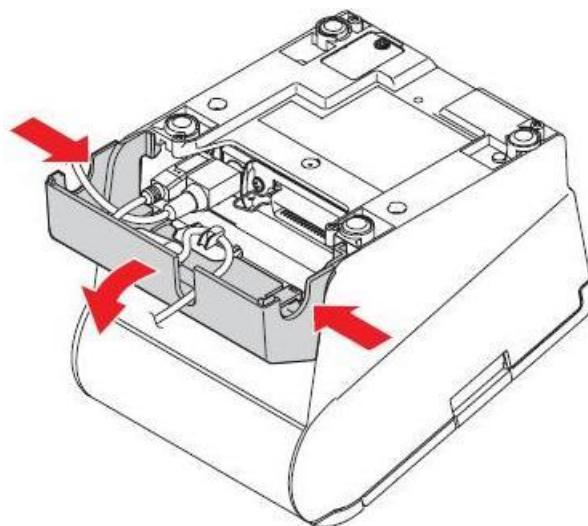

Рисунок 5 – Від'єднання кришки з'єднувального роз'єму від корпусу реєстратора.
- переверніти реєстратор та потягнути кришку з'єднувального роз'єму вниз, одночасно натиснувши всередину на обидві бокові панелі кришки з'єднувального роз'єму для того, щоб гачки (фіксатори) від'єдналися від корпуса реєстратора (дивись рисунок 5).